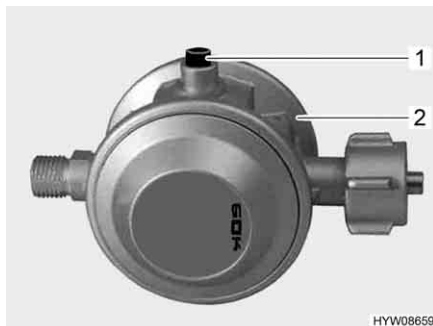

Fig. 40 Regolatore di pressione del gas con dispositivo antirottura del tubo flessibile integrato
- Premere verso l'interno il bottone automatico (Fig. 40,1) del regolatore di pressione del gas (Fig. 40,2). Il dispositivo antirottura del tubo flessibile viene aperto di nuovo.